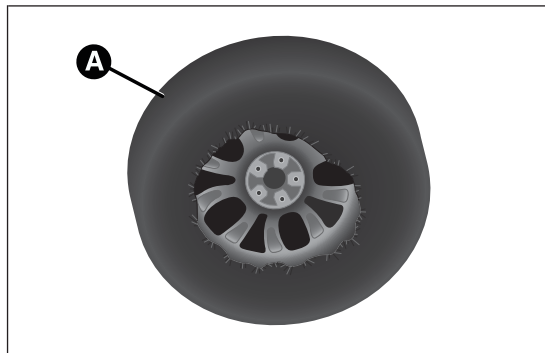

fig. 40
- ☐ introducir la rueda pinchada en el saco A fig. 40.